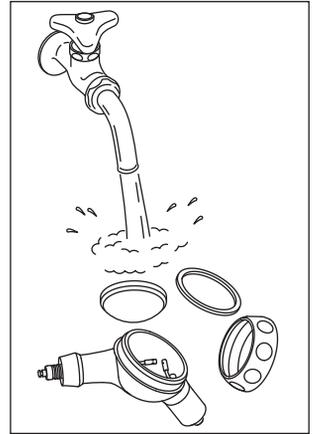

Fig. 20
3) Rimuovere sotto l'acqua corrente i residui di polvere presenti nel serbatoio o sul tappo. (Fig. 20)